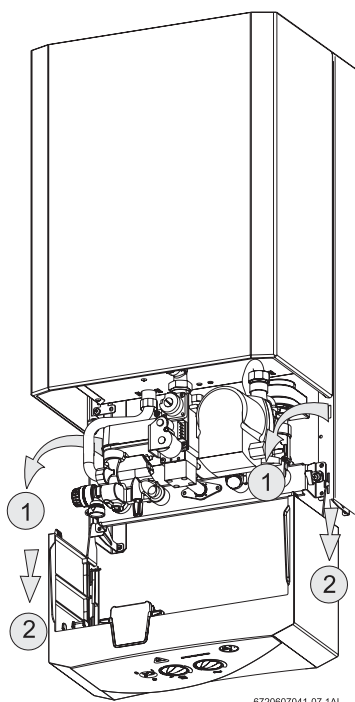

Fig. 14 Posição de serviço para acessibilidade à hidráulica e à electrónica
- Para retirar completamente o painel de comandos, estando ele posicionado como indicado na Fig. 14, levante e puxe-o na sua direcção.